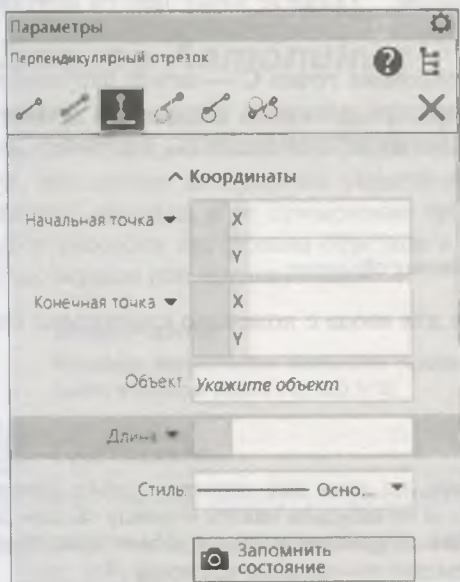

Рис. 5.7. Панель
- ◆ щелкните ЛК мыши по кнопке **Перпендикулярный отрезок** из выпадающего меню или из заголовка панели **Параметры: Перпендикулярный отрезок**. На панели выделится цветом только один параметр в поле окна **Длина** (рис. 5.7);